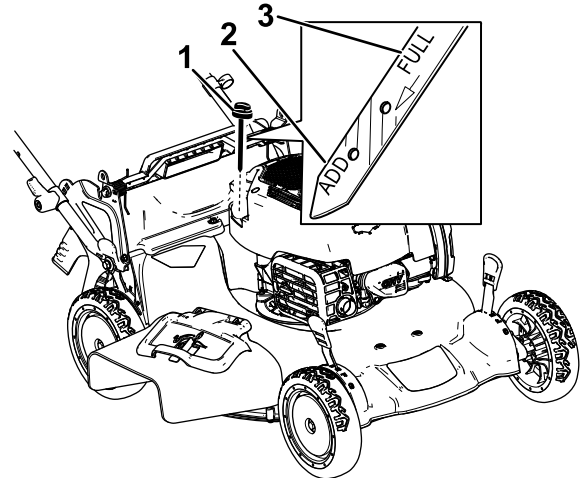

Figura 14
2. Retire la varilla girando el tapón en el sentido contrario a las agujas del reloj y tirando del mismo (Figura 14).
5. Observe en la varilla el nivel de aceite (Figura 14).